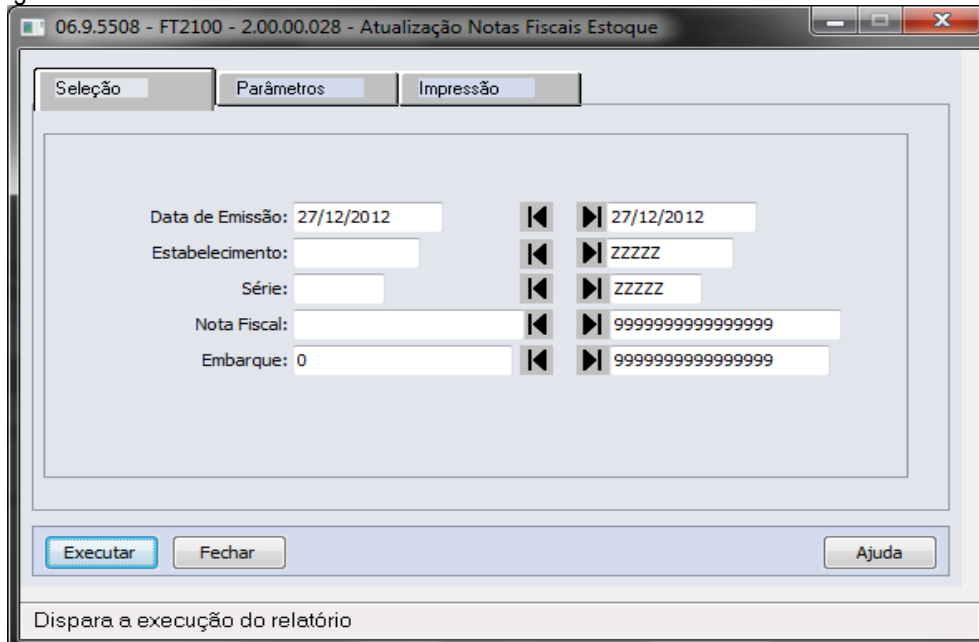

Figura 10 – Atualização Notas Fiscais Estoque
- Atualização Notas Fiscais Estoque – Realiza o envio do aviso de embarque para o fornecedor via TOTVS Colaboração, conforme figura 10.